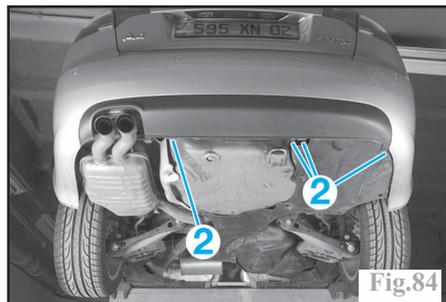

Fig.84
Déposer les fixations (2) (Fig.84).